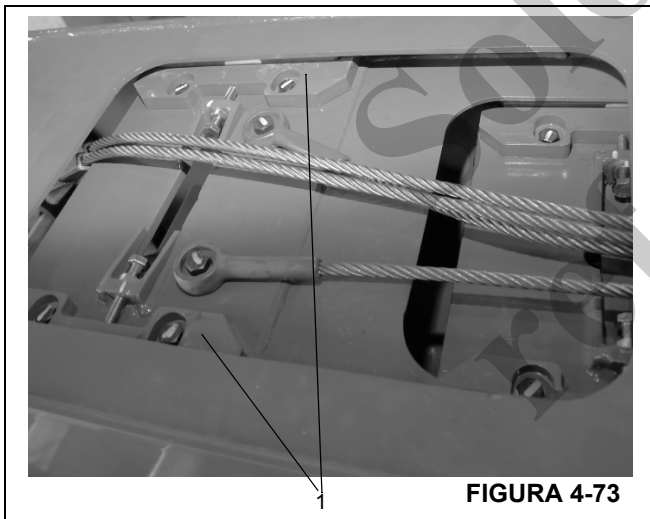

FIGURA 4-73
22. Instale las almohadillas de desgaste ajustables (Figura 4-73, 1) en la parte superior del extremo de la base de la sección central interior.